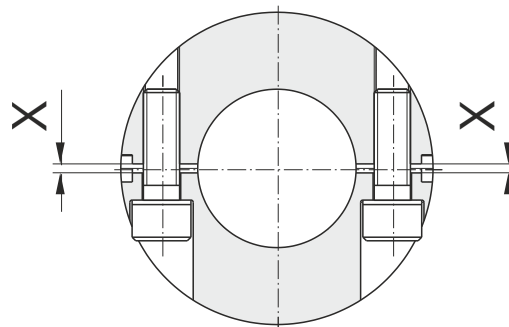

Bild 3
- d) Zylinderschrauben (1.4.1) abwechselnd und in mehreren Durchgängen auf das in Tabelle 1 definierte Anzugsmoment anziehen. Hierbei auf gleichen Spalt "X" (Bild 3) auf beiden Seiten der Nabe achten. Bei Bedarf korrigieren.